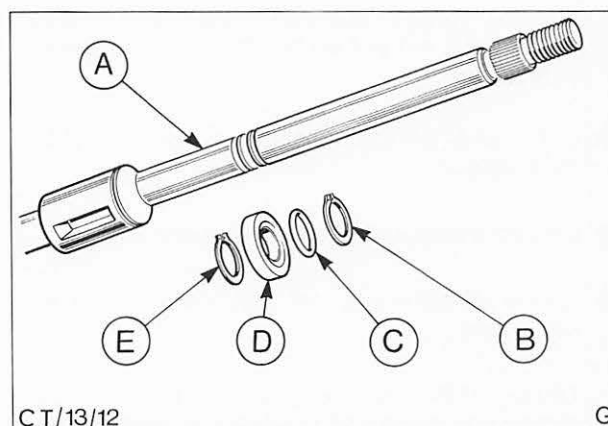

Abb. 7 Lenkspindellager oben - Einzelteile
16. Oberes Lenkspindellager mit neuem Sprengring auf die Lenkspindel schieben. Abb. 7.